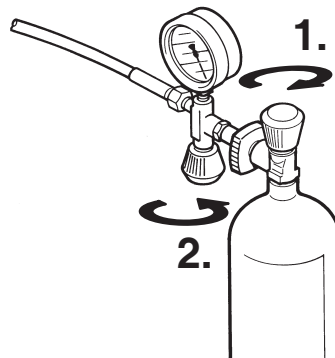

Рис. 15 Снятие баллона сжатого воздуха
8. После выключения установки закройте сначала клапан баллона (1, рис. 15), затем клапан заправки (2). Снимите баллон.